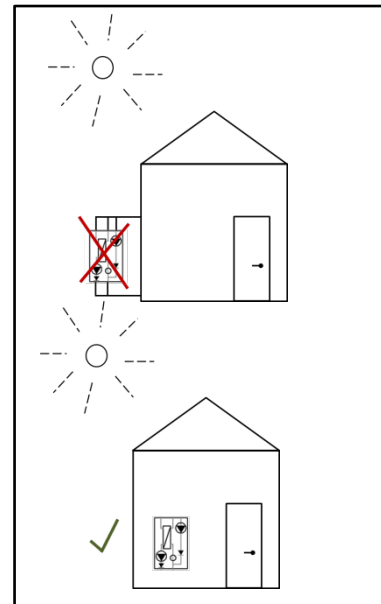

Fig. 7 Luogo asciutto e al riparo dal gelo
6. Il FRIWASTA-Plus deve essere installato solo in ambiente asciutto e al riparo dal gelo (Fig.7), altrimenti si ha bisogno in caso di gelo, che tutti i raccordi e i tubi di collegamento siano svuotati! Altrimenti vi è il rischio che i componenti congelino!